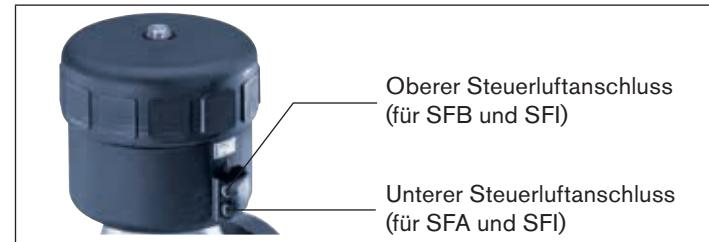

Bild 17: Steuerluftanschluss
- Unter den Steuerluftanschluss mit Druckluft (Wert wie auf dem Typschild angegeben) beaufschlagen (siehe „Bild 17“). Dies ist erforderlich, damit sich die Membran vom Gehäuse löst und nicht beschädigt wird.
- Unteren Steuerluftanschluss mit Druckluft (Wert wie auf dem Typschild angegeben) beaufschlagen (siehe „Bild 17“).
- Oberen Steuerluftanschluss mit Druckluft (Wert wie auf dem Typschild angegeben) beaufschlagen (siehe „Bild 17“).